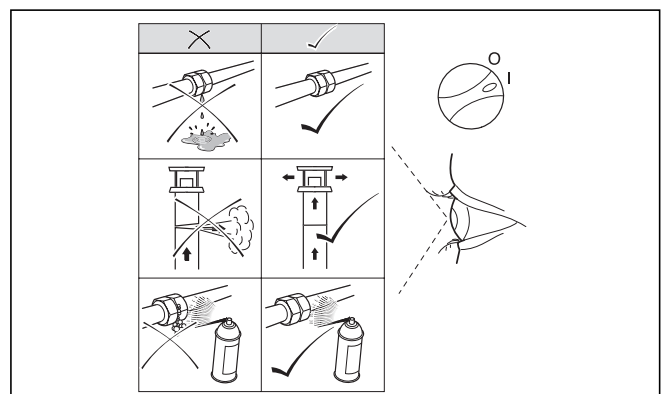

Fig. 6.5 Comprobar el funcionamiento
- Compruebe la estanqueidad de los conductos de suministro de gas, del sistema de calefacción y de los conductos de agua caliente (véase fig. 6.5).